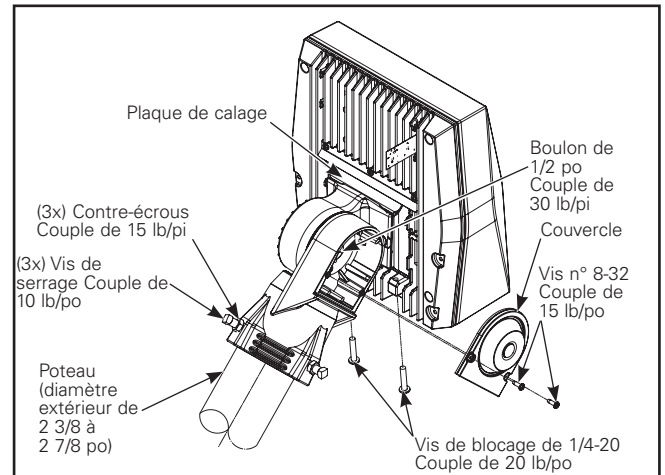

Figure 6. Grand luminaire Axcent
3. Fixez l'ensemble de la fourche à emboîtement au luminaire. Assurez-vous que les fils d'alimentation du luminaire se retrouvent complètement sous la plaque d'ancrage et qu'ils ne sont pas coincés. Serrez les deux (2) vis Phillips 1/4-20 du luminaire à un couple de 2,3 Nm (20 po-lb). (Figure 6.)
5. Placez les câbles dans le poteau ou sur le corps de la fourche à emboîtement. Abaissez la fourche à emboîtement sur le dessus du poteau. Assurez-vous que les fils d'alimentation ne sont pas coincés. (Figure 6.)
7. Retirez les deux (2) vis du couvre-joint. (Figure 6.)